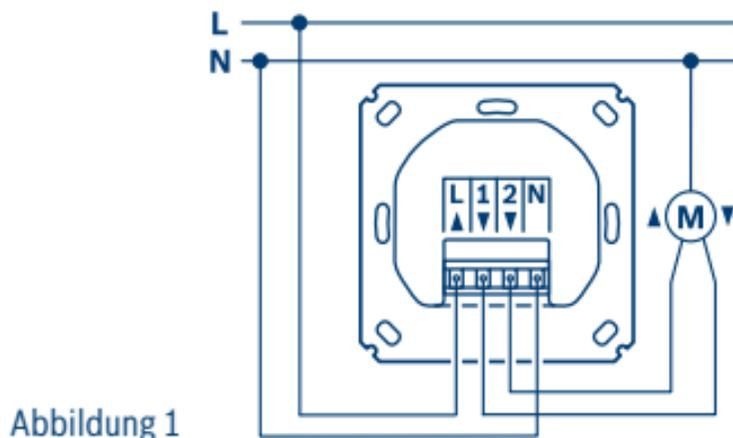

Abbildung 1
- ▶ Schließen Sie die geschalteten Außenleiter der Anschlussklemme 1 und 2 wie folgt an den Motor an (s. Abbildung 1): Anschlussklemme 1: „Runter“ Anschlussklemme 2: „Hoch“.